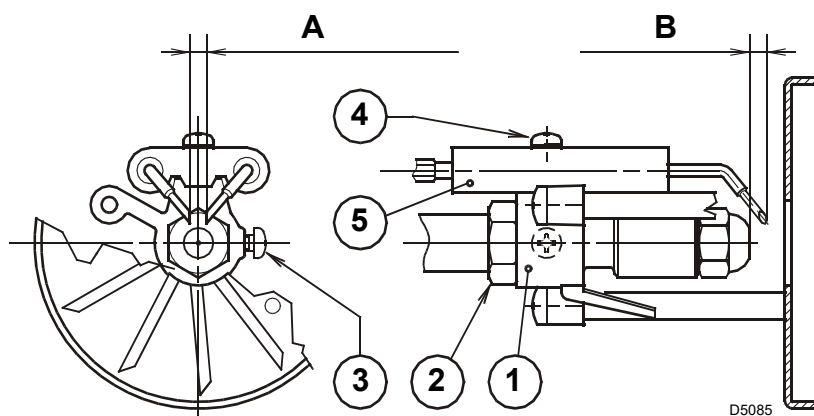

Fig. 22
Målene på Fig. 22 må følges.
- legg løpehjulenheten 1)(Fig. 22) på dyseholderen 2)(Fig. 22) og fest med skruen 3)(Fig. 22).
- Utfør eventuelle justeringer av elektrodene 5) ved å løsne skruen 4)(Fig. 22).
- Trekk ledningene 4) ut fra elektrodene, løsne skruen 3)(Fig. 22) og trekk løpehjulenheten 7) ut fra dyseholderen 1).